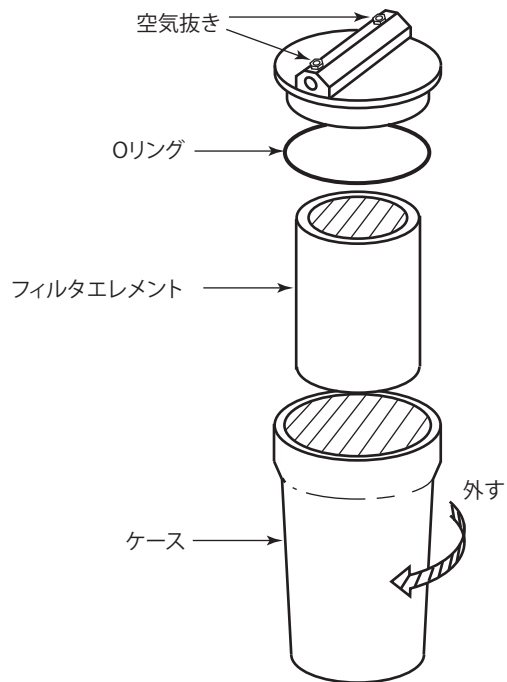

図8.6 ゼロ濁度フィルタエレメント交換
- (1) TB810D への電源供給を停止します。
- (2) 検出ユニットの前面カバーを固定ねじ（6 本）を緩めて外します。
- (3) LED ブラケットの固定ねじ（1 本）を緩めます。
- (4) LED ブラケットを上方向に回して取り外します。
- (5) ケーブルコネクタを LED ブラケットから取り外します（図 8.6 参照）。
- (6) LED ブラケットを新しいものと交換します。